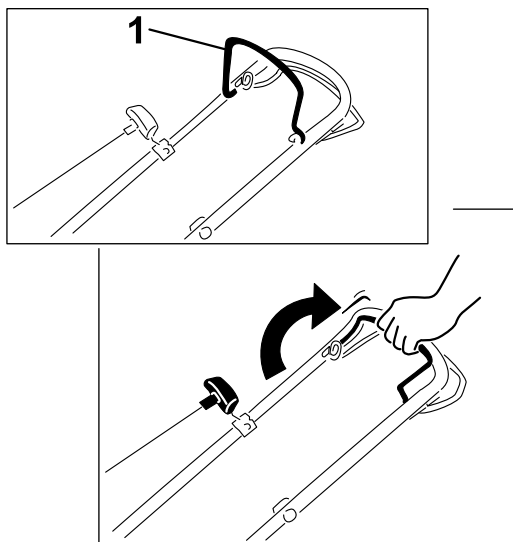

Figura 17
1. Tenete la barra di comando della lama contro la stegola (Figura 17).